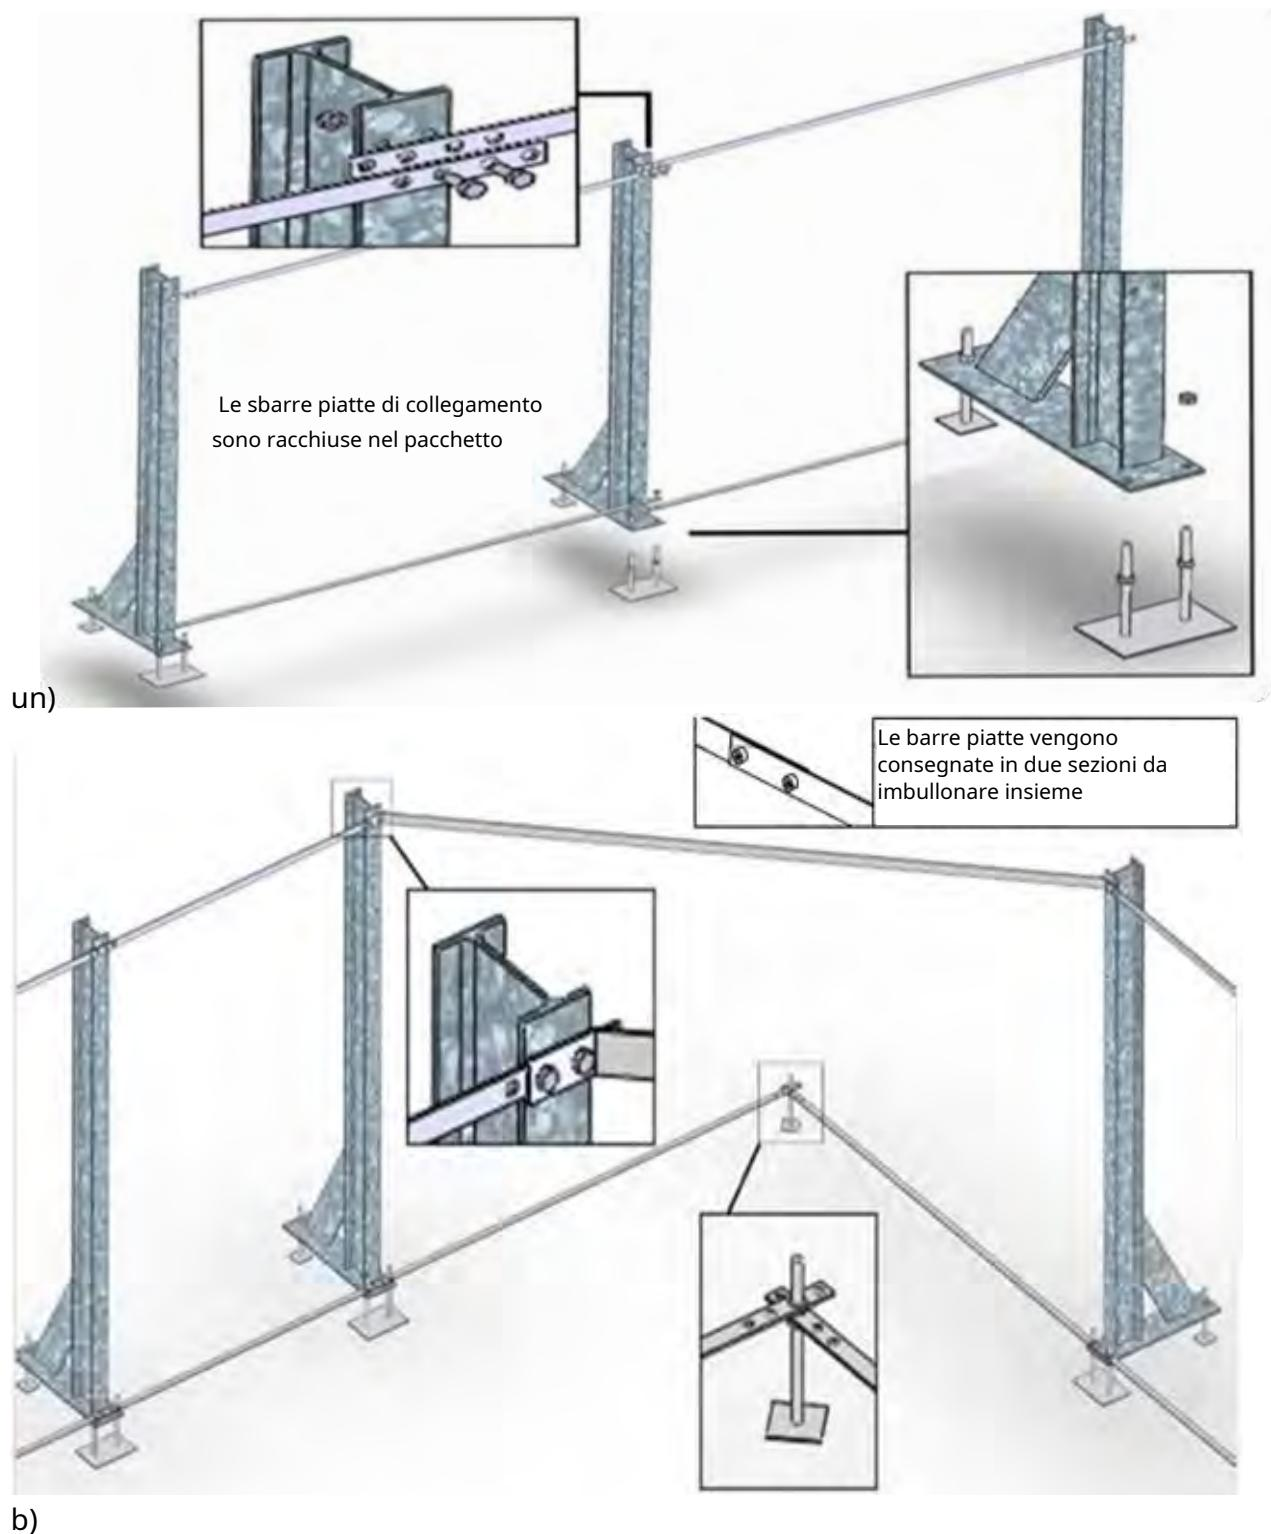

Figura 3 - aeb - Assemblaggio delle barre piatte sui controventi
La struttura metallica di rinforzo è composta da montanti metallici uniti tra loro in alto e in basso da barre piatte (*Figura 3*). Notare come le parti si sovrappongono per consentire il corretto posizionamento della struttura. Le barre piatte in alto verranno rimosse una volta gettata la soletta in calcestruzzo.
Installare le staffe di supporto in ciascuna delle otto posizioni, dopo aver montato le rientranze con i martinetti (*Figura 3*). Utilizzare 8 martinetti a doppio effetto, 12 martinetti a semplice effetto e 56 viti con un diametro di 10 mm (sacchetto A). Le viti superiori devono essere inserite dopo aver regolato l'altezza delle viti inferiori.
Questi pali sono uniti in basso con 12 barre piatte (B) lunghe 1,6 m imbullonate insieme in 2 punti. La distanza tra ogni palo è determinata da queste barre piatte: dovrebbe essere 1,5 m. Sono uniti nella parte superiore da 4 piatti (B) lunghi 1,6 m (identici ai piatti alla base della struttura) e 4 piatti (C) lunghi 2,253 m negli angoli (avvitare il sacco X, vedere *Figura 3*).
Ad ogni estremità delle barre piatte ci sono quattro fori. Nella parte inferiore, i fori devono essere utilizzati per fissarli in posizione, i fori interni devono essere utilizzati nella parte superiore della struttura (*Figura 3*).